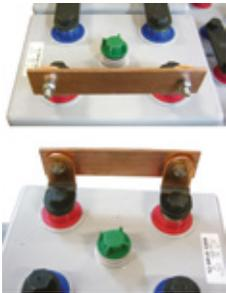

Fig. 5-18 : 2
1. Vissez l'équerre de fixation sur les bornes de la batterie (cf. fig. 5-18).